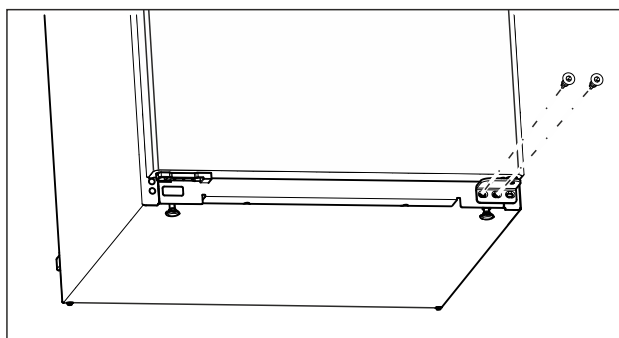

Fig. 6
- ▶ Выверните на нижнем опорном кронштейне центральный винт при помощи отвертки Torx 20. (см. Fig. 6)
- ▶ Выверните на нижнем опорном кронштейне внутренний винт при помощи отвертки Torx 20. (см. Fig. 6)